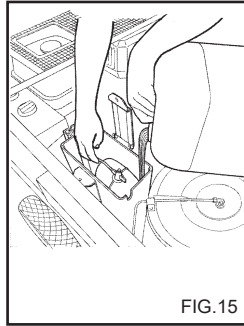

FIG. 15
- 5) Įpilkite maždaug 3 litrus antifrizo į vandens rezervuarą (fig. 15).